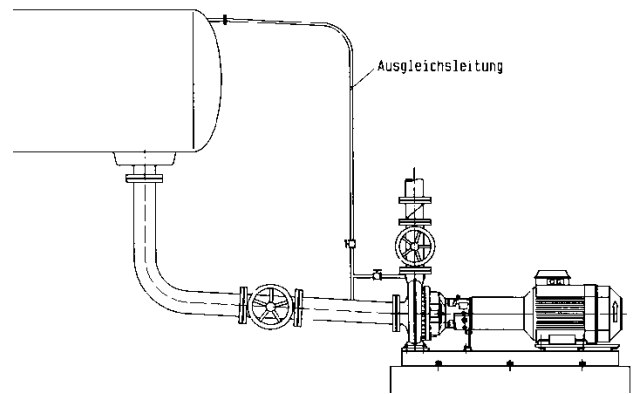

Bild 3
- Eine zusätzliche absperrbare Rohrleitung (Bild 3) -Pumpendruckstutzen-Ausgleichsleitung - erleichtert das Entlüften der Pumpe vor dem Anfahren.